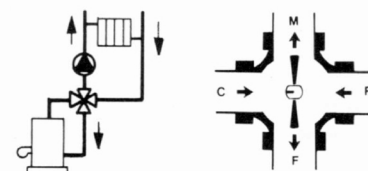

Fig. 7 - Schema d'installazione e sezione di valvola miscelatrice a 4 vie, con rotore.
- Valvola a 4 vie a rotore, miscelatrice (fig. 7).